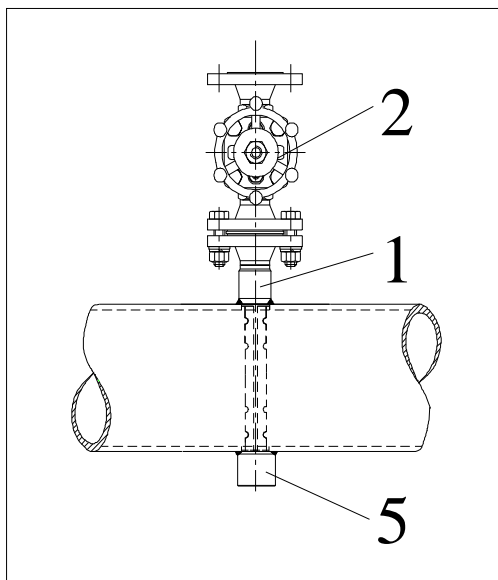

Abb.12: Montagestutzen mit Absperrschieber und Gegenlager
4. Vor dem Festschweißen des Montagestutzens muß das Gegenlager {5} montiert werden. (Abb.12)
8. Heften Sie das Gegenlager mit ca. 2mm Luftspalt auf die Rohrleitung (Abb.12).